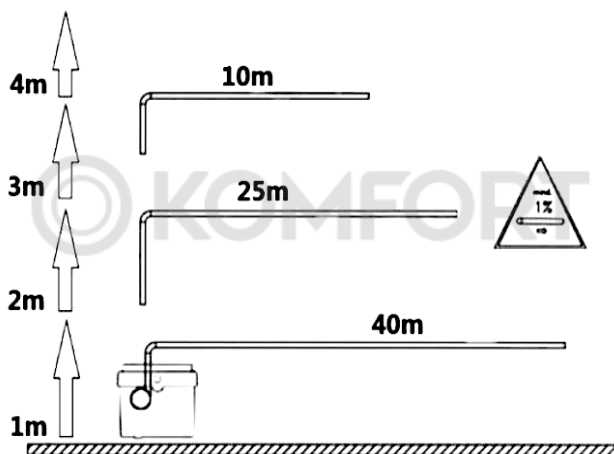

Рисунок 3
- При подключении выходного трубопровода, обращайтесь внимание, чтобы предельные значения указанные на рис. 3 по высоте и горизонтали не превышались.
На рис.3 показана макс. длина горизонтального участка трубопровода в зависимости от высоты подъёма жидкости.